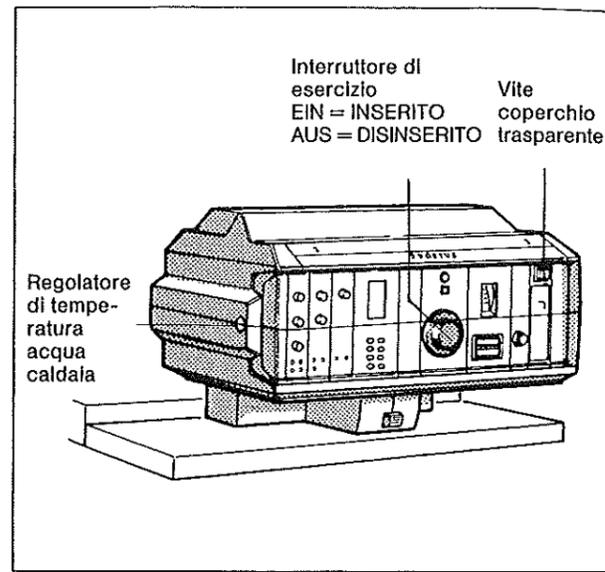

Fig. 20: Apparecchio di regolazione G_224 L
- Portare il taglio della vite per il fissaggio del coperchio trasparente dell'apparecchio di regolazione (Fig. 20) in posizione orizzontale servendosi, per esempio, di una monetina. In caso di caldaie bicorpo si provveda nella stessa maniera per tutti e due i regolatori. Estrarre il coperchio trasparente verso la parte anteriore.
- Porre l'interruttore di esercizio (Fig. 20) in posizione 0 (AUS = DISINSERITO). In caso di caldaie bicorpo si provveda nella stessa maniera per tutti e due i regolatori.